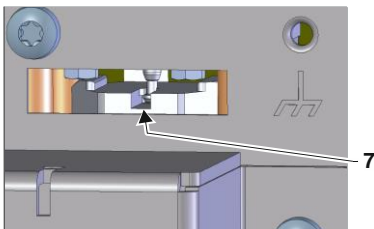

Abb. 15: Sichtkontrolle Ausrichtung Nut
- Ausrichtung der Nut von Kupplung, damit Kolbenstange ausgefahren werden kann → Abb. 15
- Ausrichtung der Nut von Kupplung, damit Kolbenstange eingeführt werden kann (Kennzeichnung 7 → Abb. 15).
- Auf richtige Montage achten, Sichtkontrolle ob Kolbenstange in Kupplung eingeführt ist → Abb. 15.
- Umschalt Speicher (19) seitlich einführen.
- Umschalt Speicher (19) mit 2x Rohrverschraubungen (Kennzeichnung 8) sowie 2x Schrauben (Kennzeichnung 9) am Bodenblech montieren.